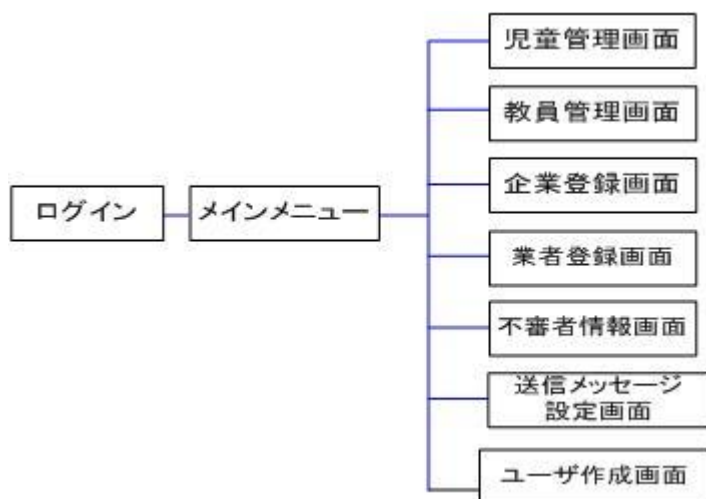

図2 マスタメンテナンス機能図
- (1) 児童が登下校で校門を通過する際、校門に設置されている RFID リーダライタが IC カードに記録されている情報を読み取り、児童の登下校時刻を把握し、確認メールを保護者に自動送信する。
- (2) カメラで校門を常時撮影し、通常映像は 3 日間保存する。
- (3) 校門を通過する際、IC カードをかざしていない人物を不審者と判断し、映像を 7 日間保存すると共に警報を鳴らす。
- (4) 運動会などの校内行事、台風などの災害時における全児童への一斉連絡をメールで行える。
- (5) システムに児童名、業者名の追加等のマスタメンテナンス機能は図2に示す通りである。